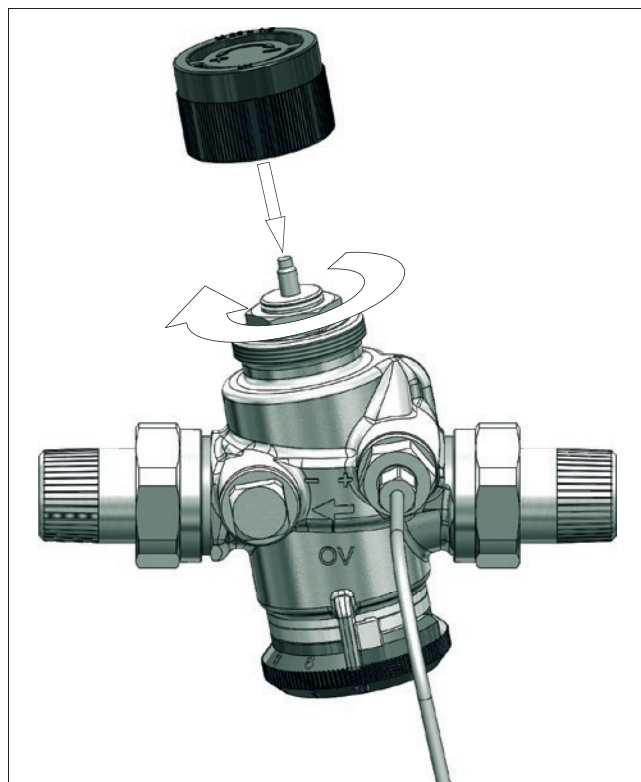

Abb. 5: Absperren
1. Sperren Sie den Regler z.B. mit der Bauschutzkappe ab (siehe Abb. 5).
Schrauben Sie die mitgelieferte Bauschutzkappe auf den M30 x 1,5-Gewindeanschluss auf (siehe Abb. 5).